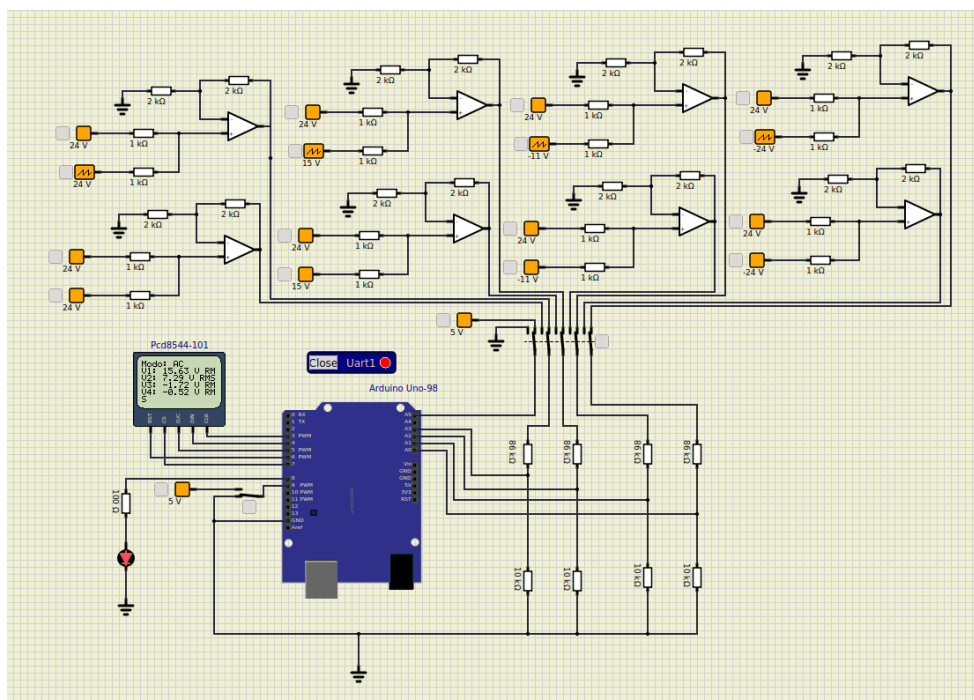

Figura 10: Lectura de Voltaje AC superando el límite de voltaje
En la figura 10, se muestran las mediciones de voltajes en corriente alterna (AC). Para estas mediciones, es necesario presionar un interruptor. Se observa que cuando el voltaje no supera los $\pm 14.1421VRMS$, el LED permanece apagado.